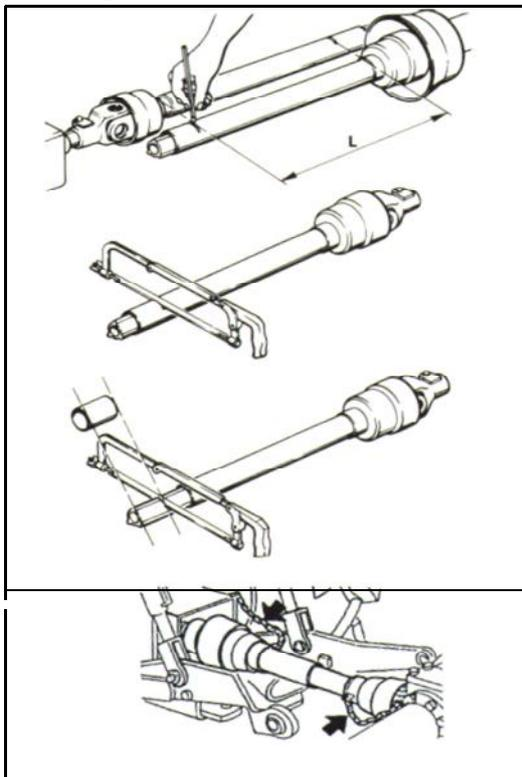

Fig. 17 Conexión del cardan
- 6) El ángulo máximo permitido es de 15° (ver Fig. 17 F).
- 7) Abroche las cadenas que ha recibido con el cardan (Fig. 17 E) para evitar la rotación de los dispositivos de seguridad.
- 8) Engrase el cardan siguiendo las instrucciones dadas por el fabricante (Fig. 17 B).